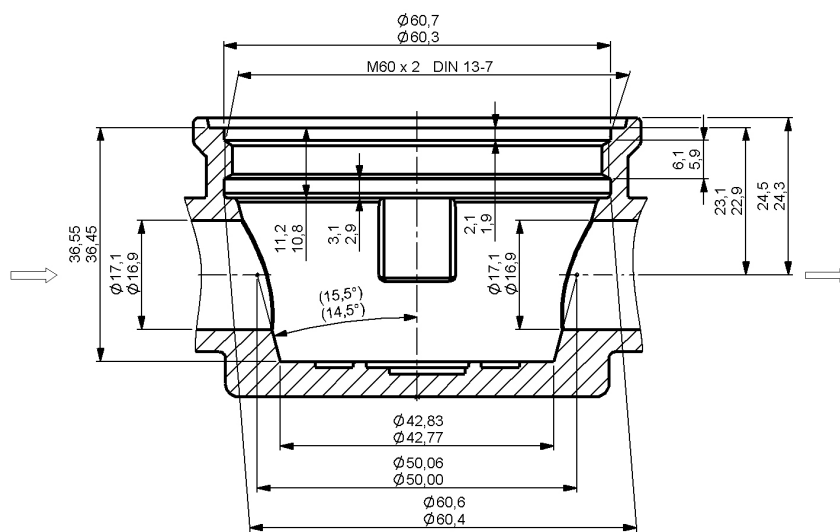

Bild 2 - Schnittstelle „DM1“
- Im Zweifelsfall prüfen Sie die Vormontage auf Übereinstimmung mit den unten angegebenen Maßen (Bild 2). Stimmen die ermittelten Maße mit den Angaben in dieser Anleitung überein, kann die Messkapsel in die vorhandene Vormontage eingebaut werden.